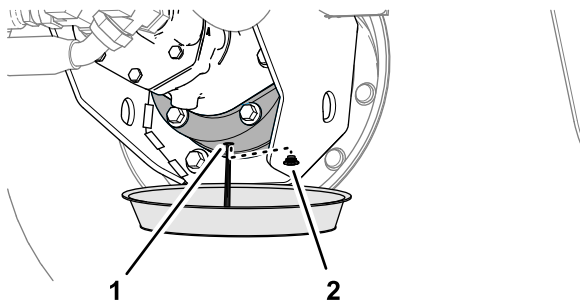

Figure 100
- Placez un bac de vidange sous le carter de frein, enlevez le bouchon de vidange et vidangez toute l'huile (Figure 100).